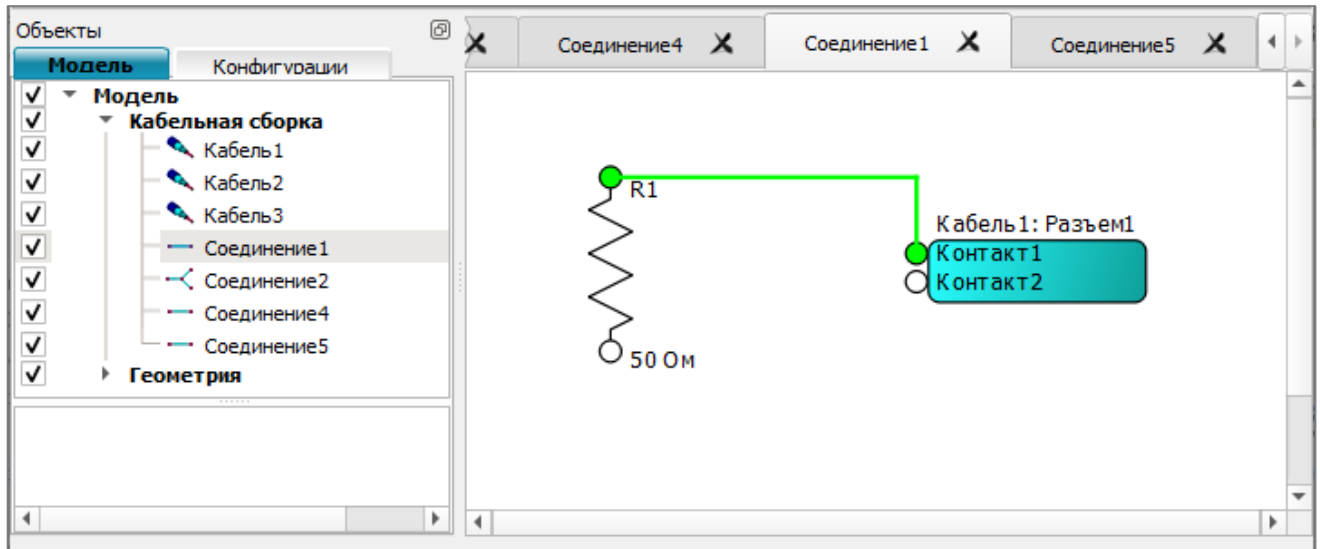

Рис. 72
2) подвести курсор к свободному контакту кабеля и щелкнуть по нему левой кнопкой мыши. Между указанными контактами будет проведена связующая ломаная линия. Контакты связи будут закрашены зеленым цветом (рис. 72);